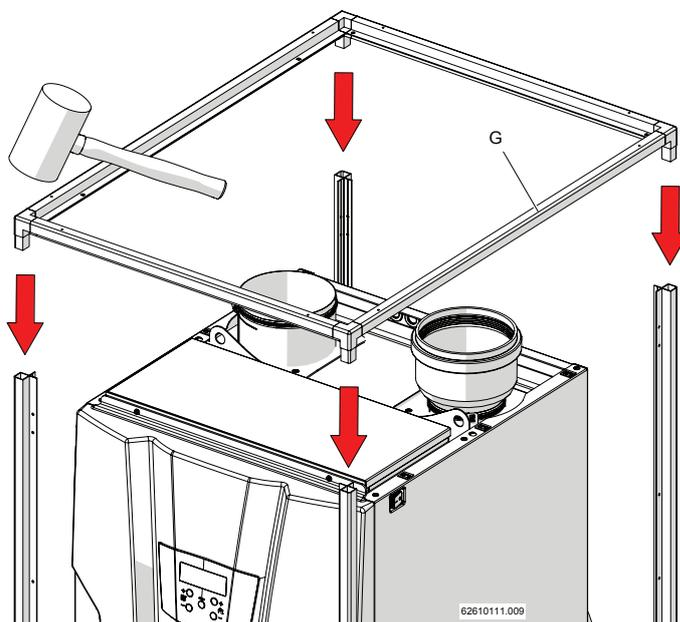

Figura 5-42
6.-inserire il telaio superiore "G" della copertura da esterno utilizzando un martello gommato (Figura 5-42);
- 6.-inserire il telaio superiore "G" della copertura da esterno utilizzando un martello gommatto (Figura 5-42);